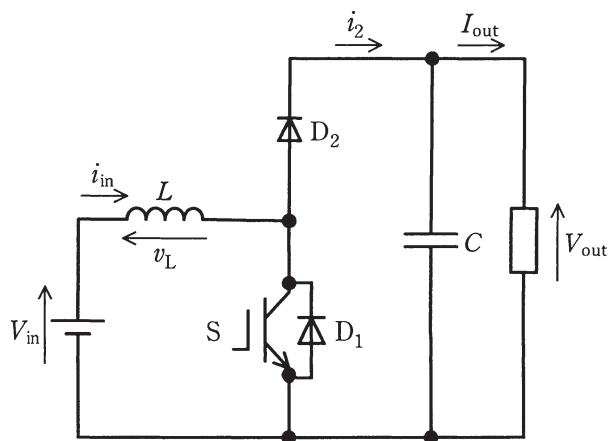

図1
図1の (1) チョップパの動作を考える。入力電圧は一定値 V_{in} [V] とし、コンデンサの静電容量 C [F] は十分に大きく、出力の電圧及び電流を一定値 V_{out} [V] 及び I_{out} [A] と仮定する。バルブデバイス S 及びダイオード D_1 , D_2 は理想スイッチ、理想ダイオードとする。バルブデバイス S は、周期的にオンとオフを繰り返し、1周期中のオンしている時間を T_{on} [s], オフしている時間を T_{off} [s] とすると、周期は $T_{on} + T_{off}$ となる。また、直流リアクトルのインダクタンスを L [H] とし、入力電流は常に $i_{in} > 0$ とする。